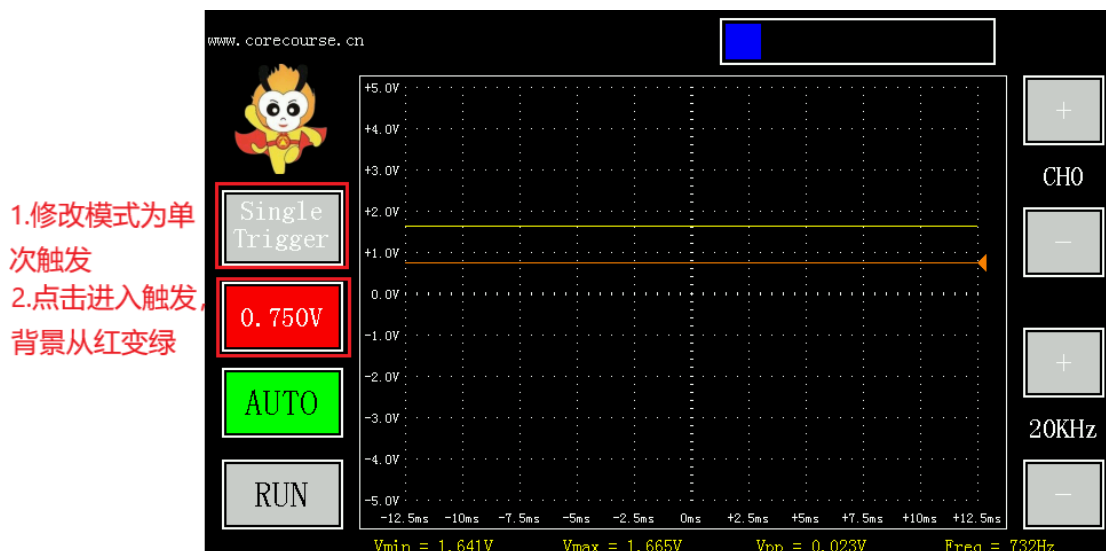

图 1-32 单次触发波形图
3. 单次触发：点击触发模式切换按钮，切换到单次触发模式，“触发电压”按钮会变为绿色可触摸，然后设置触发电压为 0.750V，点击“0.750V”启动单次触发，在等待触发时，“触发电压”按钮为红色，再次点击可退出等待，如下图 1-32 所示。